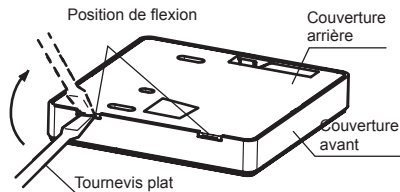

Fig 3-2
- Insérez un tournevis plat dans les fentes de la partie inférieure de la télécommande par fil (2 emplacements) et retirez la partie supérieure de la télécommande par fil. (Fig.3-2)